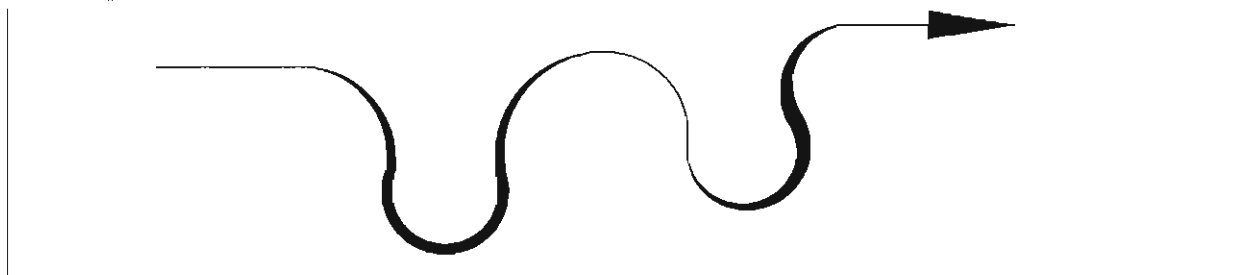

Рис. 4.2. Полилиния, состоящая из отрезков прямых и дуг окружностей
4.2.3. Построить полилинию, состоящую из отрезков прямых и дуг окружностей переменной толщины (рис. 4.2).
AutoCAD даст возможность применять не только отрезки, но и линии с особыми свойствами (одна из таких линий – *полилиния*). Полилиния может быть составлена из отрезков прямых или дуг окружности. Звенья могут иметь различную, в том числе плавно изменяющуюся по длине толщину (рис. 4.2). Полилиния применяется в тех случаях, когда составляющие ее звенья необходимо представить как единое целое, например, как единый контур объекта.